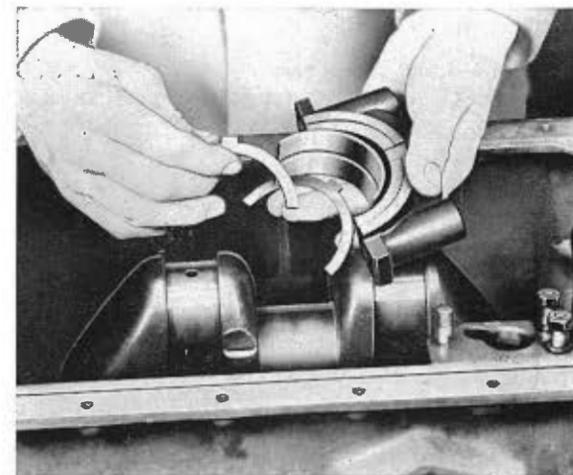

FIG. 29
6. Enlever le chapeau du palier central avec son coussinet et les deux rondelles de poussée (fig. 29).